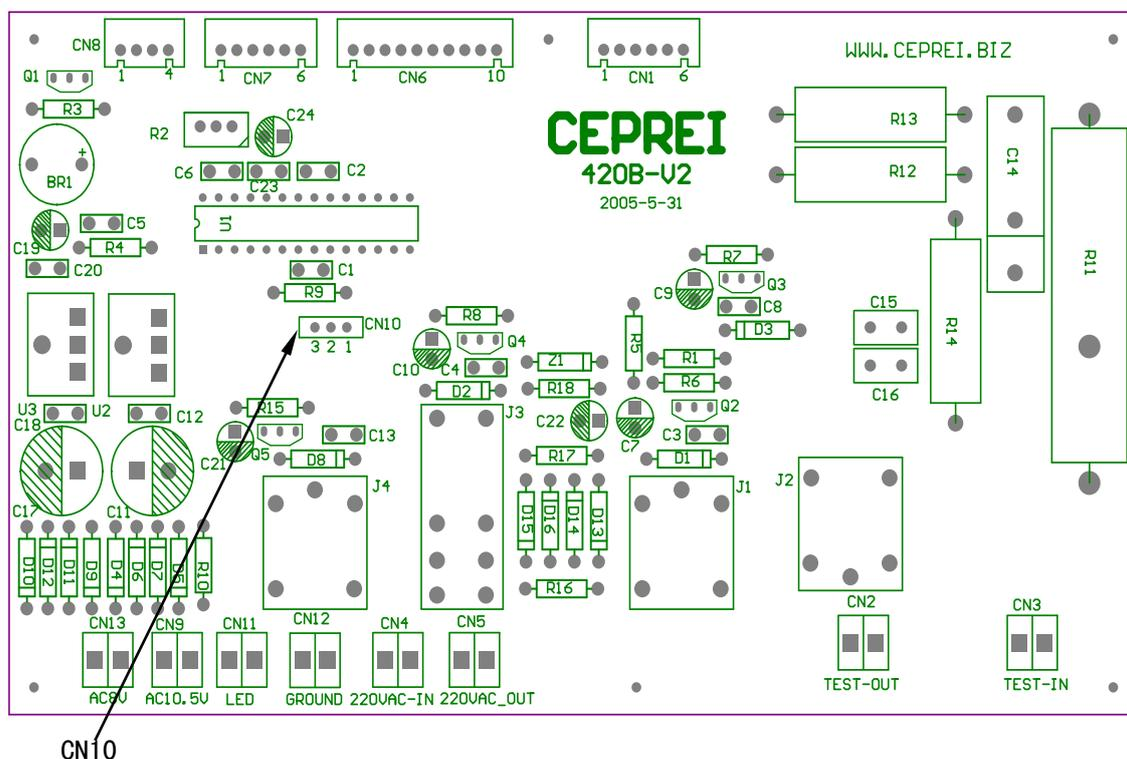

图 16
7. 2. 3 在进行软件调试时, 需在 CN10 端口进行跳线, 方法是: 跳线接 2、3 脚, 仪器为正常测试状态; 现在跳线接 1、2 脚, 仪器为调试状态, 见图 16 所示, 然后再开电源, 在 LCD 显示屏上将显示进入调试状态。